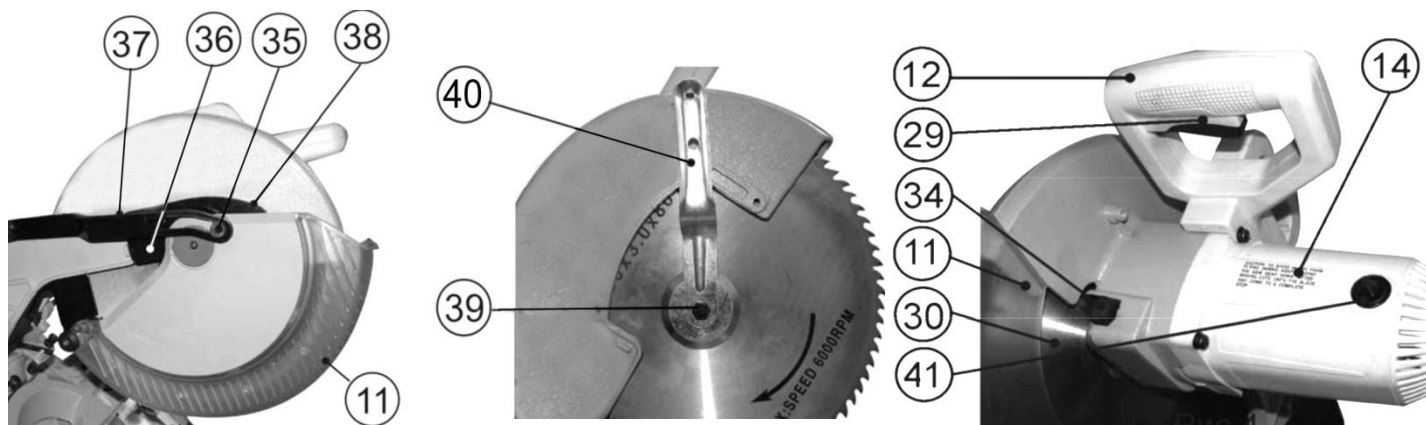

Рис. 7
- Нажмите на кнопку фиксации пильного диска (34). Используя входящий в комплект ключ (41) (См. Рис.7), отверните болт крепления пильного диска (39), поворачивая по часовой стрелке (при этом пильный диск не должен вращаться). Снимите внешний фланец и пильный диск.
- Установите пильный диск в соответствии так, чтобы зубья пильного диска были направлены вниз в передней части пилы. Затяните болт крепления (39), вращением против часовой стрелки, придерживая в нажатом положении кнопку фиксации (34) пильного диска (30)(См. Рис.7)
- Установите и закрепите защитный кожух (11).
- Заменяйте угольные щетки, когда они изношены до критического минимума в 5 мм их длины. Или при значительном падении мощности электродвигателя. Щетки необходимо менять парами, для этого необходимо выкрутить крышку щёткодержателя (41) на корпусе электродвигателя (См. Рис.7), извлечь и заменить щётки. Установить крышку на место.